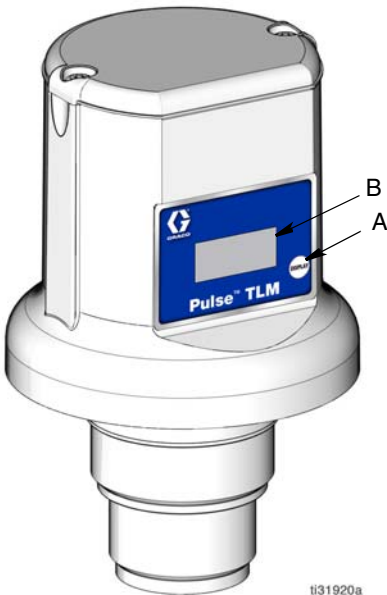

ABB. 6
Kurz die Display-Taste (A) drücken. Die Daten erscheinen auf dem Display (B) (ABB. 6); jede Ansicht wird einige Sekunden angezeigt, bevor die nächste Ansicht erscheint.
Wenn der Tank durch einen Ölhändler befüllt wurde oder ein Altöltank von einem Altölentsorger geleert wurde, die Display-Taste (A) (ABB. 6) am TLM, um sicherzustellen, dass der TLM den aktuellen Tankvolumenstatus beibehält.